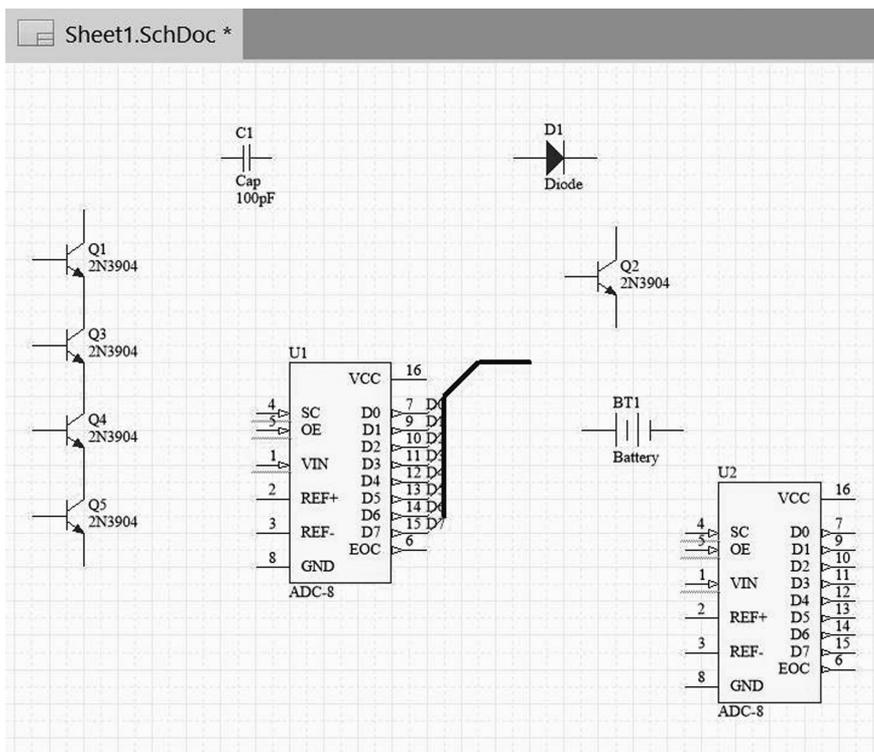

图 4-110 自动标注位号的元件
(2) 点击“**Yes**”后，原理图中的所有器件便自动标注好了位号，且没有重复和跳号，如图 4-110 所示。